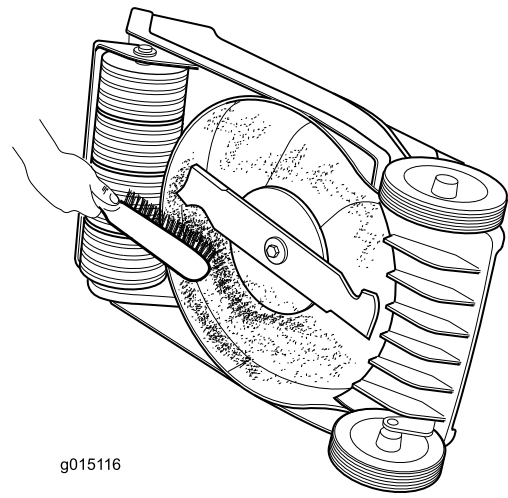

Bild 17
- Reinigen Sie die Unterseite des Maschinengehäuses. Entfernen Sie die Schmutz- und Schnittrückstände mit einem Hartholzschaber bzw. einer Bürste (Bild 17).